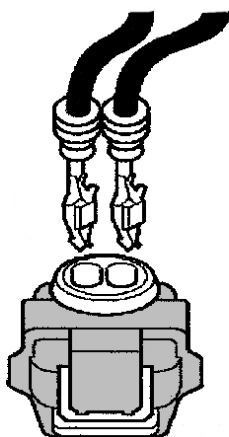

Figure 2
- Encliqueter les contacts de raccordement dans le nouveau boîtier de connecteur (voir figure 2).